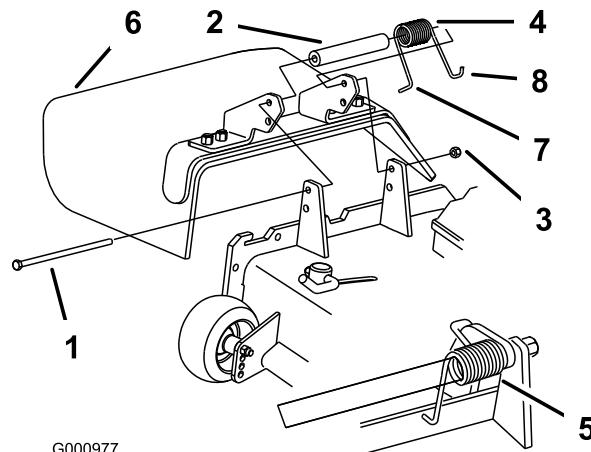

Figura 89
- Retire la contratuerca, el perno, el muelle y el espaciador que sujetan el deflector a los soportes de pivote (Figura 89). Retire el deflector de hierba dañado o desgastado.
Nota: Asegúrese de colocar el extremo en L del muelle detrás del reborde de la carcasa antes de instalar el perno, según muestra la Figura 89.
- Instale el perno y la tuerca. Coloque el gancho en J del muelle alrededor del deflector de hierba (Figura 89).